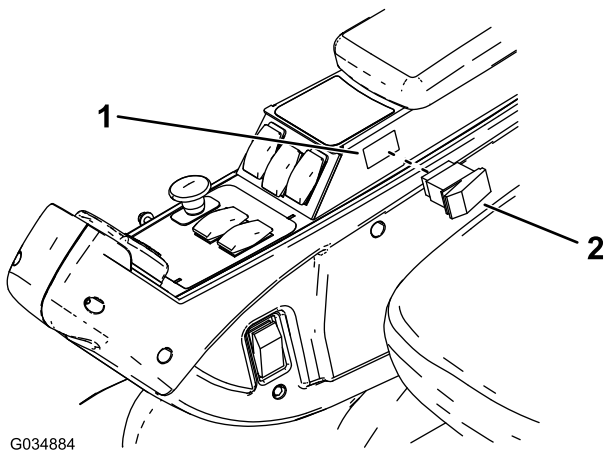

Bild 8
10. Entfernen Sie die Drückplatte von der Armlehne und setzen Sie den Schalter ein (Bild 8).